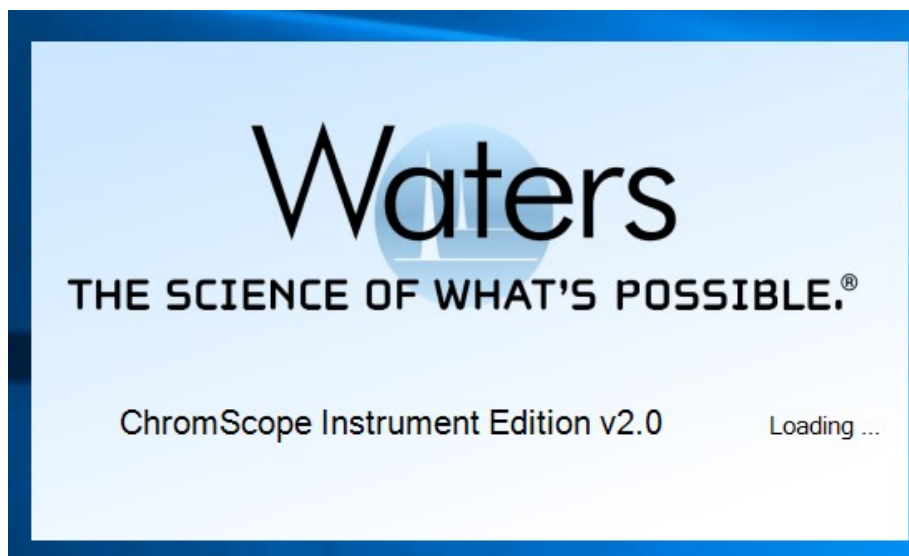
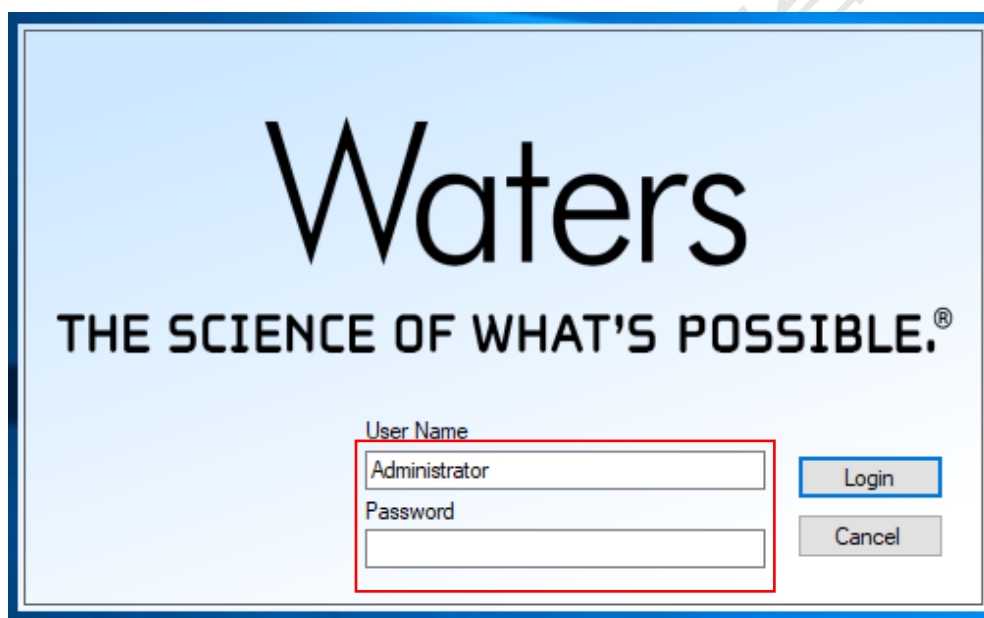

图6-1
图 6-2
(1) 如图 6-2(a)，如界面显示“一卡通用户”，请在 Account 输入预约者的一卡通账户，Password 栏输入相应账户密码，点击 Submit;
(2) 如图 6-2(b)，如界面显示“LIMS User”，Account 显示 Administrator，请与相关老师联系。
6.2.3 登录服务器：点击电脑桌面ChromScopeIE图标，软件加载结束后（图6-1），请输入账户和密码(图6-2)，账号：Administrator; 密码：waters